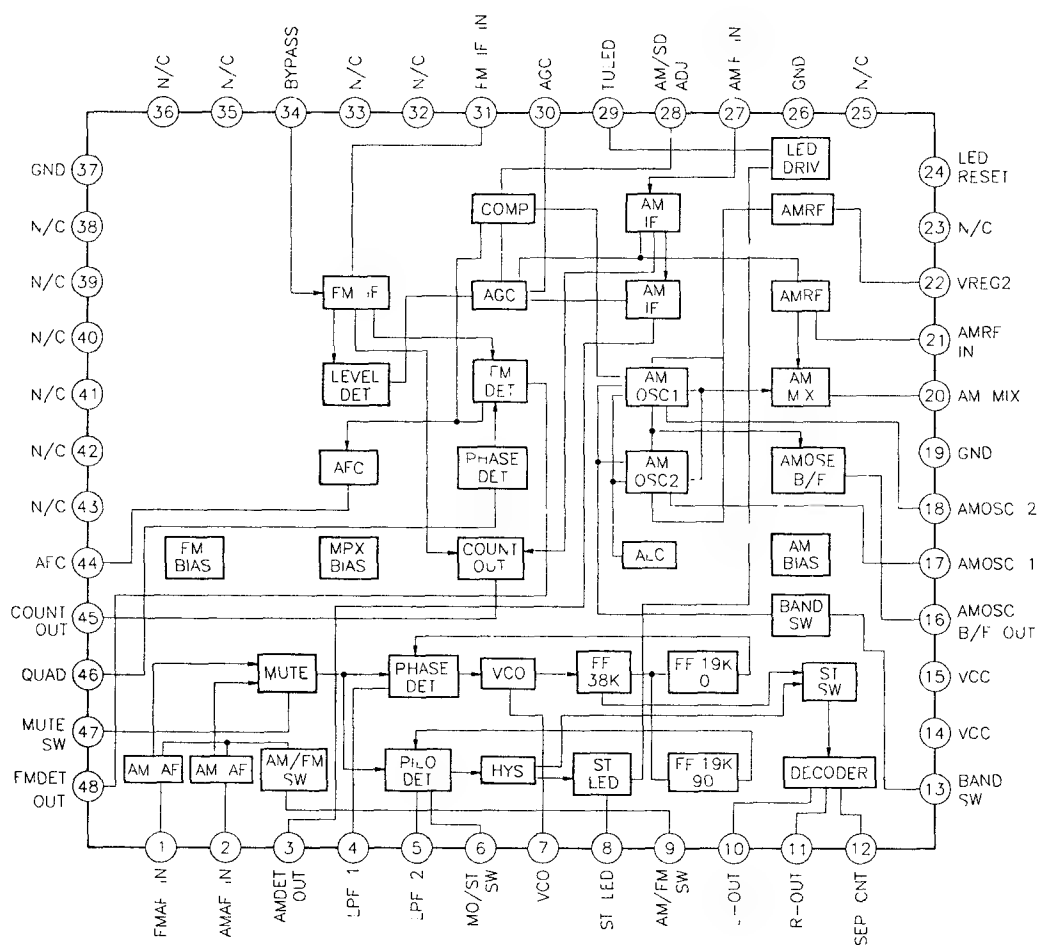

Рис. 1.4. Структурная схема микросхемы КА2295Q
Дальнейшая обработка частотно-модулированного (FM) сигнала осуществляется в микросхеме ИС1 KA2295Q (рис. 1.4), на вход которой колебания подводятся через вывод ИС1/31.